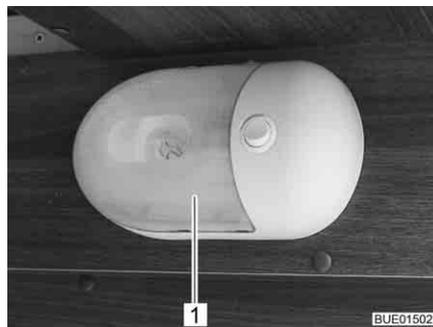

Bild 302 Garagenleuchte
- Transparente Abdeckung (Bild 302,1) vorsichtig auf beiden Seiten zusammendrücken, leicht vom Schalter wegziehen und nach vorn abnehmen.